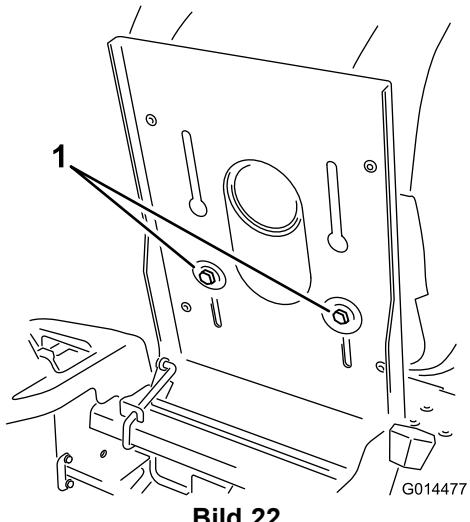

Bild 22
Schnitthöheneinstellung 63 mm oder niedriger ist (Bild 22).
- Unteres Loch: Verwenden Sie diese Stellung, wenn das Mähwerk in der Schnitthöheneinstellung 76 mm oder höher ist (Bild 22).
- Klappen Sie den Sitz hoch und lösen Sie die Einstellschrauben etwas, um den Sitz zu bewegen (Bild 22).